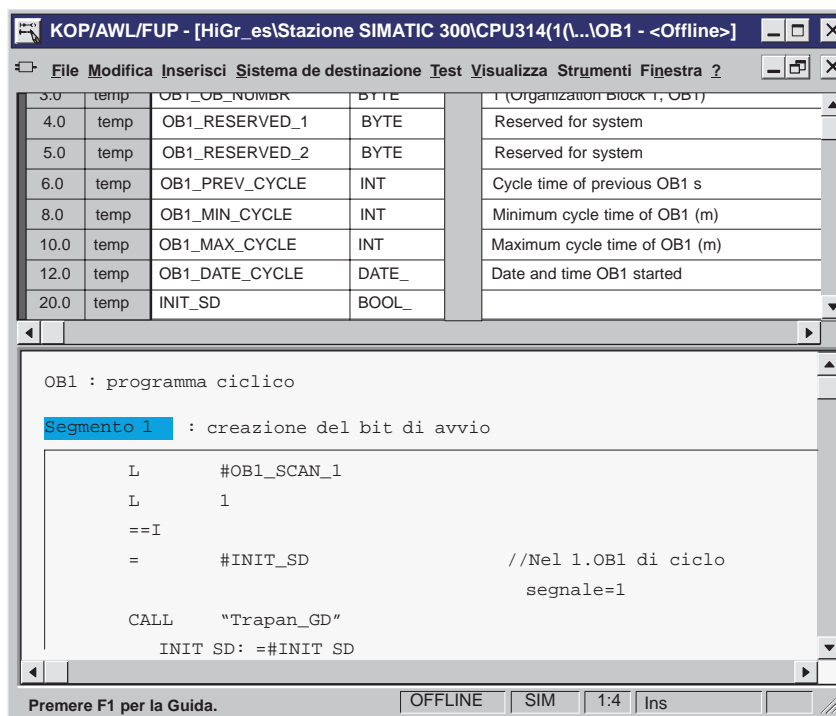

Figura 2-12 OB 1 con richiamo della funzione (FC) per avviare il programma HiGraph
Per poter essere elaborato nel sistema di automazione, il programma HiGraph per la trapanatrice deve essere richiamato dal blocco organizzativo OB 1. L'OB 1 va programmato con l'editor KOP/AWL/FUP del pacchetto base STEP 7. La funzione (FC) creata da HiGraph dispone del parametro "INIT\_SD" al quale va attribuito un valore attuale che consenta che all'avvio del programma di controllo il segnale sia "1". In tal modo vengono inizializzati i diagrammi di stato nel gruppo di diagrammi. Il segnale può essere creato in base alle informazioni di avvio dell'OB 1 (variabile #OB1\_SCAN\_1), e depositato in una variabile temporanea dell'OB 1 (figura 2-12).